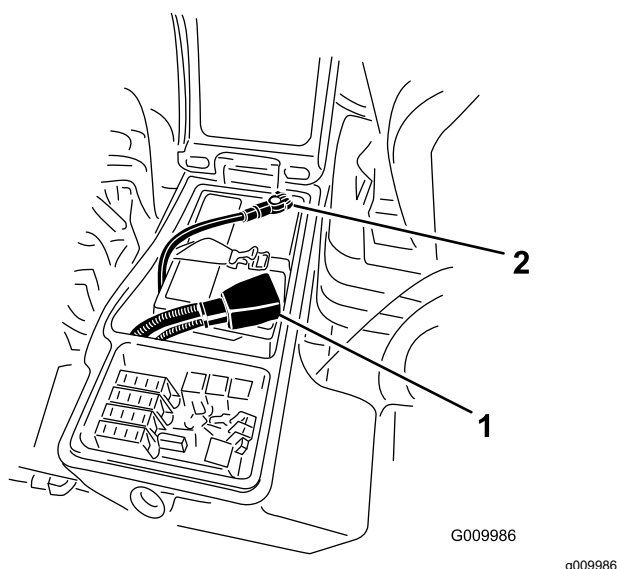

Figure 98
3. Débranchez le câble négatif (noir) de la borne négative (-), puis le câble positif (rouge) de la borne positive (+) de la batterie (Figure 98).
6. Raccordez le câble positif (rouge) de la batterie à la borne positive (+) et le câble négatif (noir) à la borne négative (-) (Figure 98).